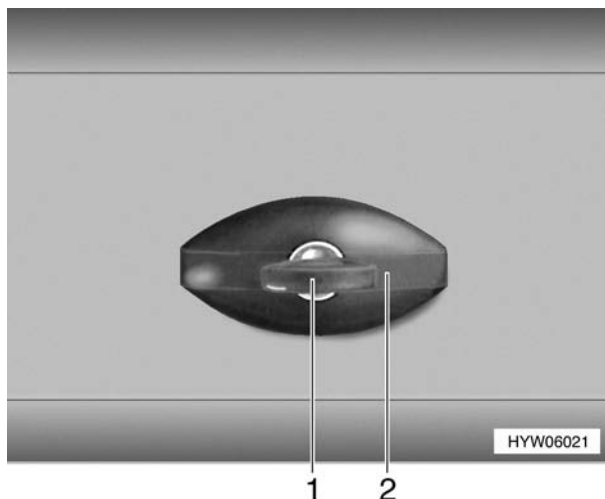

Bild 16 Klappenschloß (Variante 1)
- Bei Regen kann Wasser in das geöffnete Klappenschloß eindringen. Deshalb den Schloßgriff (16,2) wie auf Bild 16 abgebildet schließen.